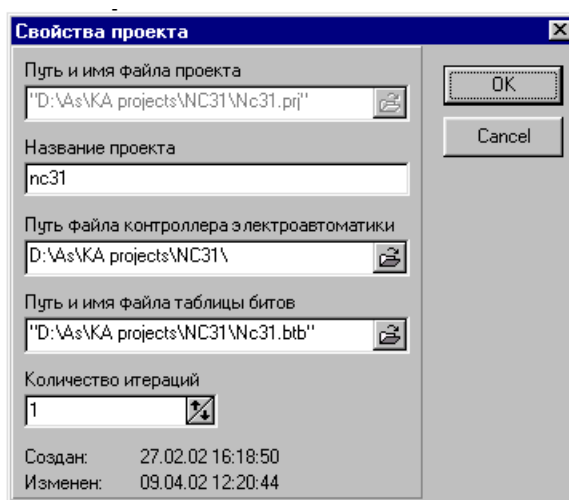

Рисунок 1.11 – Окно свойства проекта
*Изменение настроек проекта.* Чтобы изменить настройки проекта, выберите пункт «Свойства» меню «Проект». В диалоговом окне «Свойства проекта» можно менять настройки (рис. 1.11).